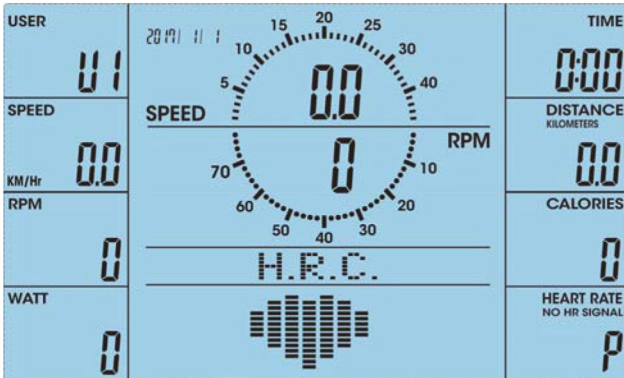

Abb. 38
1. Im H.R.C. Modus (Abb. 38) zeigt der Bildschirm 55%, 75%, 90% und TARGET (Ziel) (Abb. 32 bis 35) an. Wählen Sie die gewünschte Herzfrequenz mit den UP/DOWN Tasten.